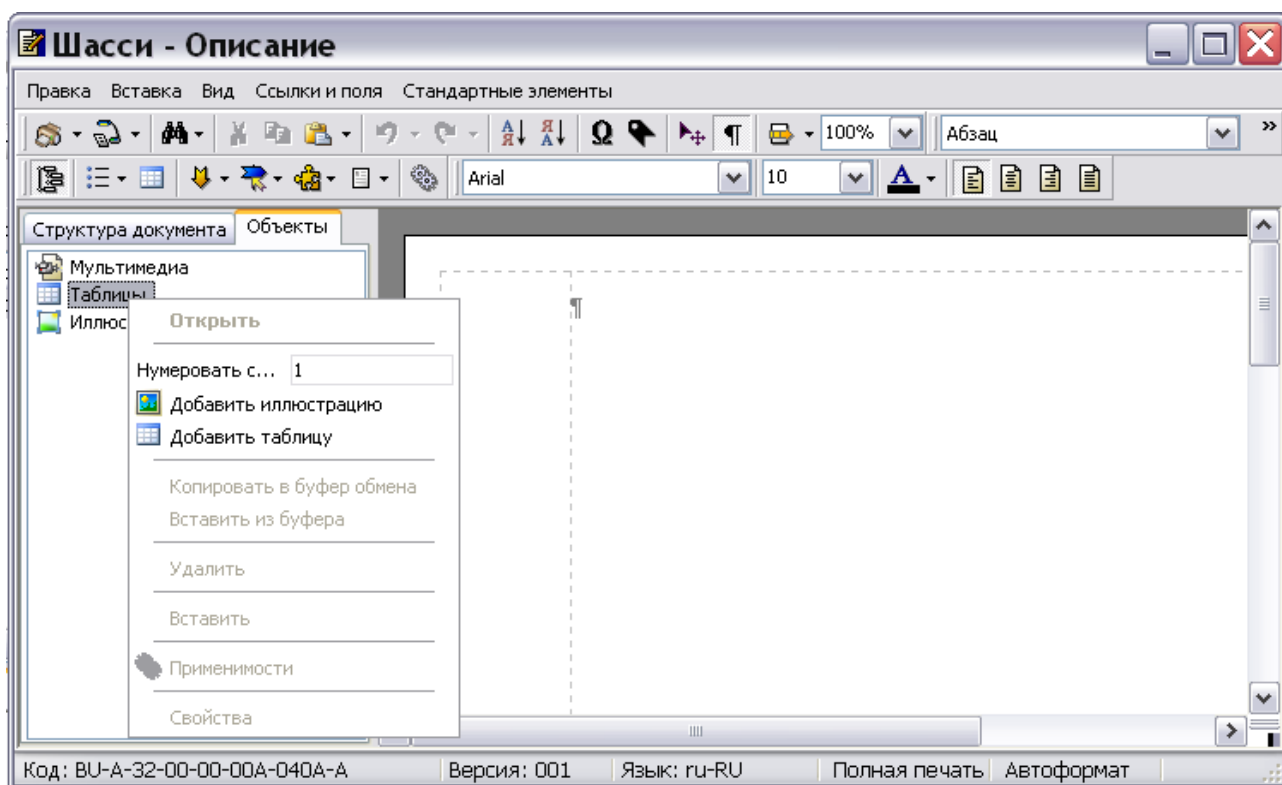

Рис. 5.65
1. На инструментальной панели **Объекты** нажмите на кнопку **Структура и объекты** . В левой части окна редактора на вкладке **Объекты** появится список объектов, которые можно вставлять в документ (Рис. 5.65).
2. Щелкните правой кнопкой мыши по названию объекта **Таблицы**. После этого появится контекстное меню (Рис. 5.65). Про пункт меню **Нумеровать с...** будет рассказано позже, после создания таблицы (см. подраздел «**Нумерация объектов**» в данном разделе).